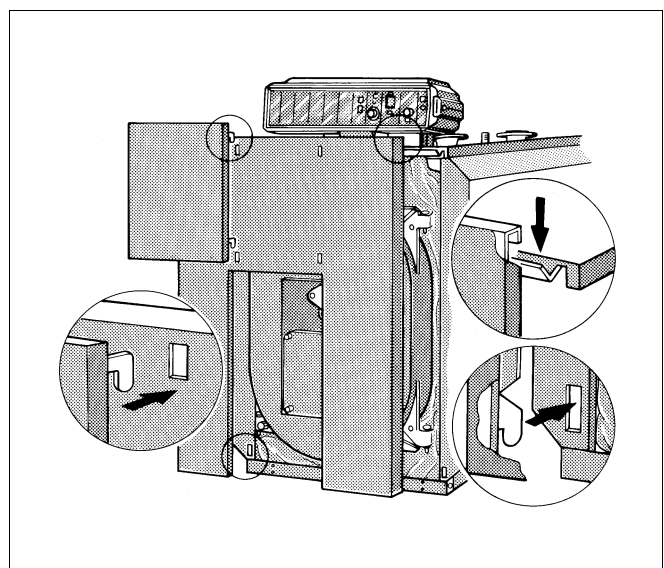

Fig. 20 Montaj perete din față, panou frontal
- Agățați peretele din față de muchia carcasei frontale și în spate de cârligul șinei muchiei laterale (fig. 20).
- Agățați panoul frontal în fanta ușii frontale cu ajutorul a 4 cârlige (fig. 20).